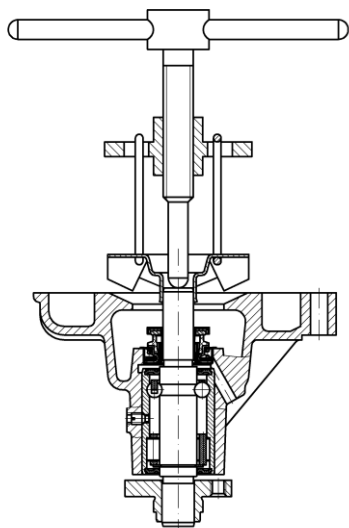

Рисунок 61. Снятие крыльчатки
- с помощью съемника снять крыльчатку (рис.61);